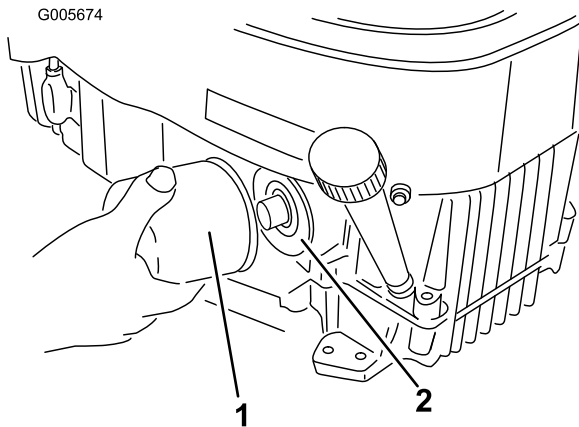

Figura 37
- Retire el filtro de aceite usado (Figura 37).
4. Instale el filtro de aceite nuevo en el adaptador. Gire el filtro en el sentido de las agujas del reloj hasta que la junta de goma entre en contacto con el adaptador del filtro, luego apriete el filtro tres cuartos de vuelta más (Figura 37).